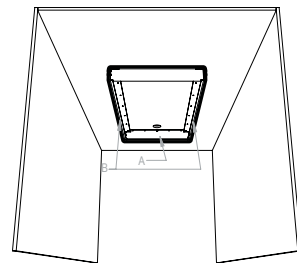

Figure 5A
- Installation par l'embout (Fig.5A)
6. Fixer au plafond la pièce du cadre qui est à l'opposé du côté avec le dégagement déterminé auparavant (Fig.5A) à l'aide de vis no8 (non fournies). Utiliser tous les trous prévus à cet effet.